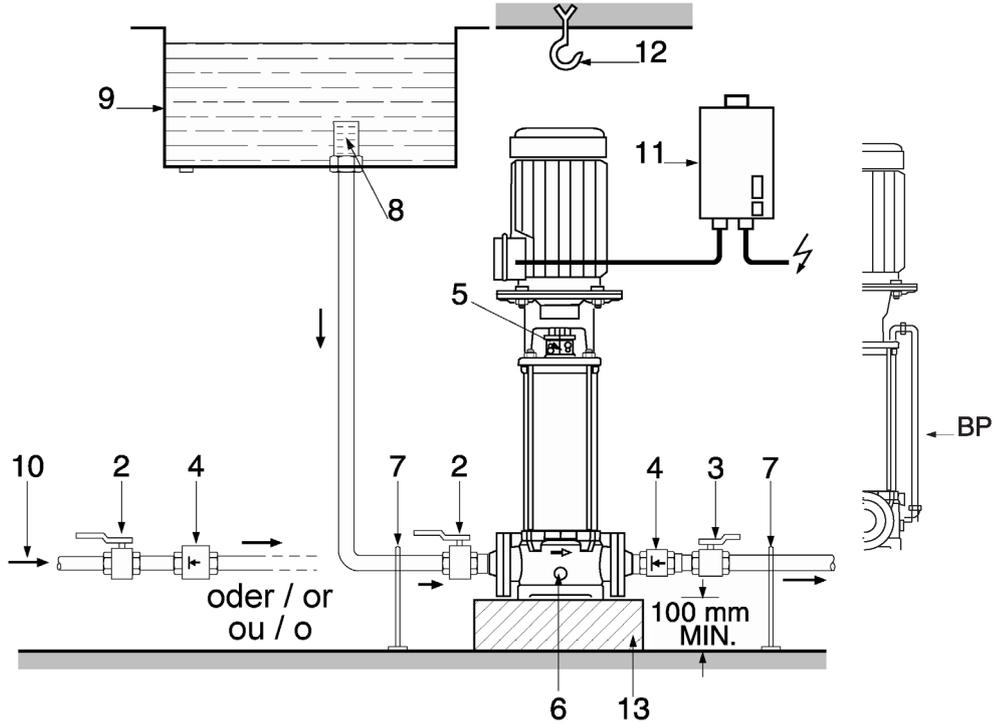

Fig. 3
Encombrements et diamètres de raccordement (tableau 2, voir également la figure 3):
- Les dimensions de montage et les côtes de raccordement sont reprises dans le tableau 2 au point 1.2.1, ainsi qu'à la figure 3.